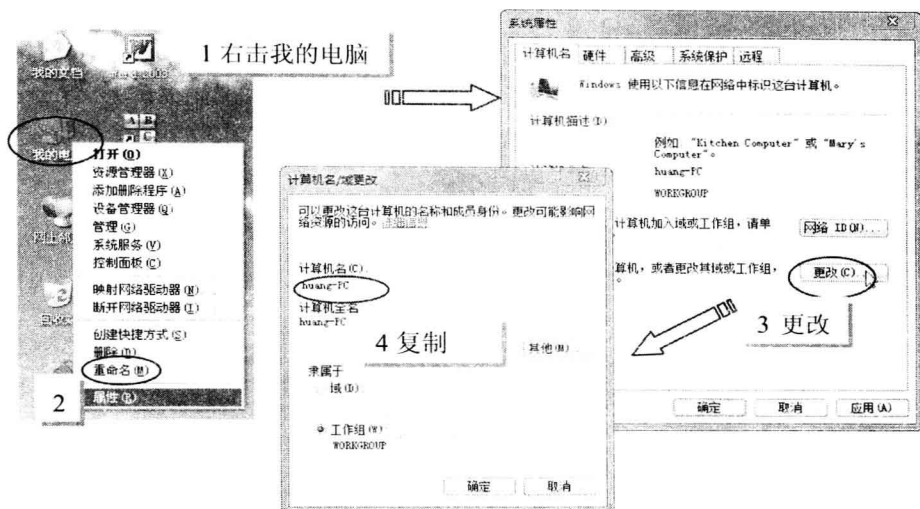

图 1-6 查找计算机名称
- 1 查找计算机名称，先右击“我的电脑”，选择【属性】命令，弹出“系统属性”对话框，如图 1-6 所示，再单击【更改】按钮，弹出“计算机名称更改”对话框，并进行复制。